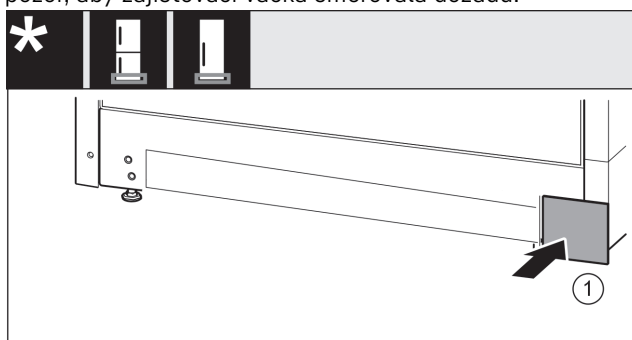

Fig. 33
- ▶ Kryt Fig. 33 (1) opět nasadte na druhé straně.